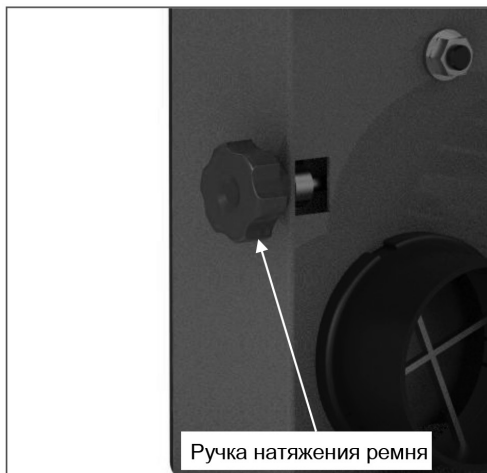

Рис. 31
- Ослабьте натяжение ремня, повернув ручку натяжения ремня против часовой стрелки (рис. 31).